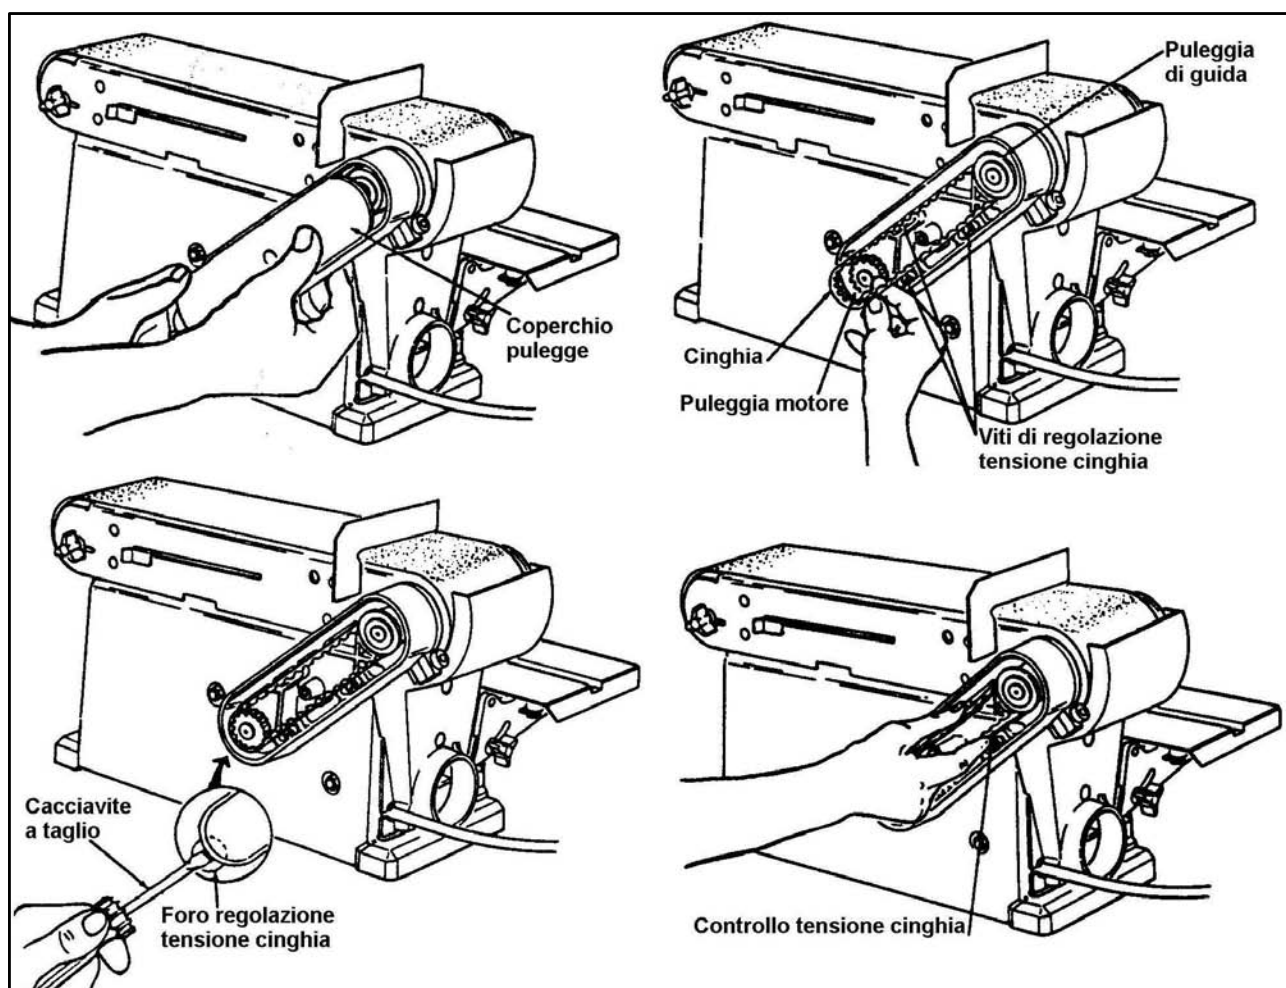

Figura 42 – Controllo e sostituzione cinghia di trasmissione Art. 0505.
1. Rimuovete la vite del carter di protezione della cinghia, utilizzando un cacciavite, dopodiché togliete il carter (figura 42).
2. Allentate le 3 viti per permettere alla cinghia di essere smontata dalle due pulegge (figura 42)
4. Regolare la tensione della cinghia, mediante un cacciavite, inserito nel foro di regolazione. Spingere verso l'alto per aumentare la tensione (figura 42).
6. Per controllare la tensione, stringete la cinghia fra due dita essa deve cedere di circa 5/6 mm (figura 42)